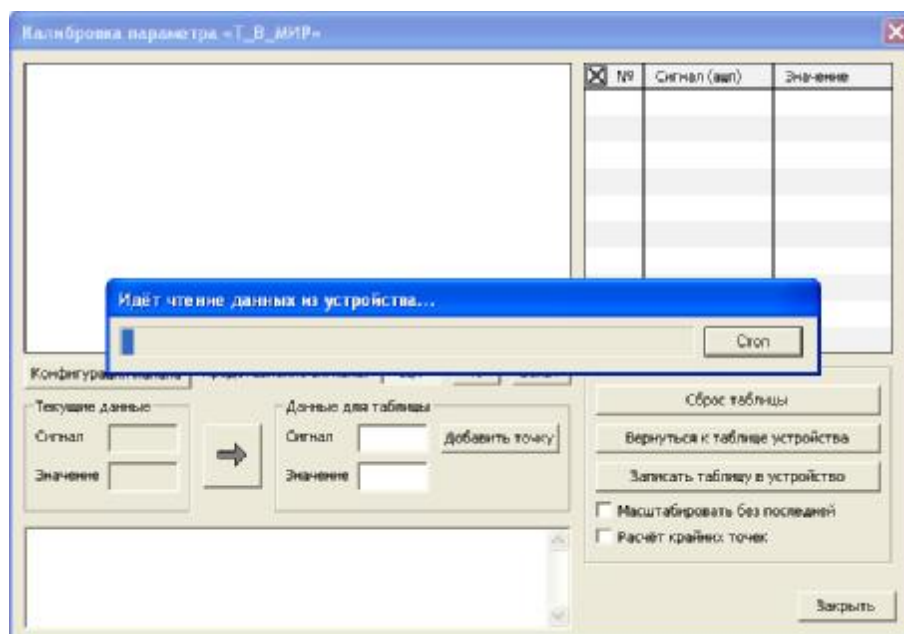
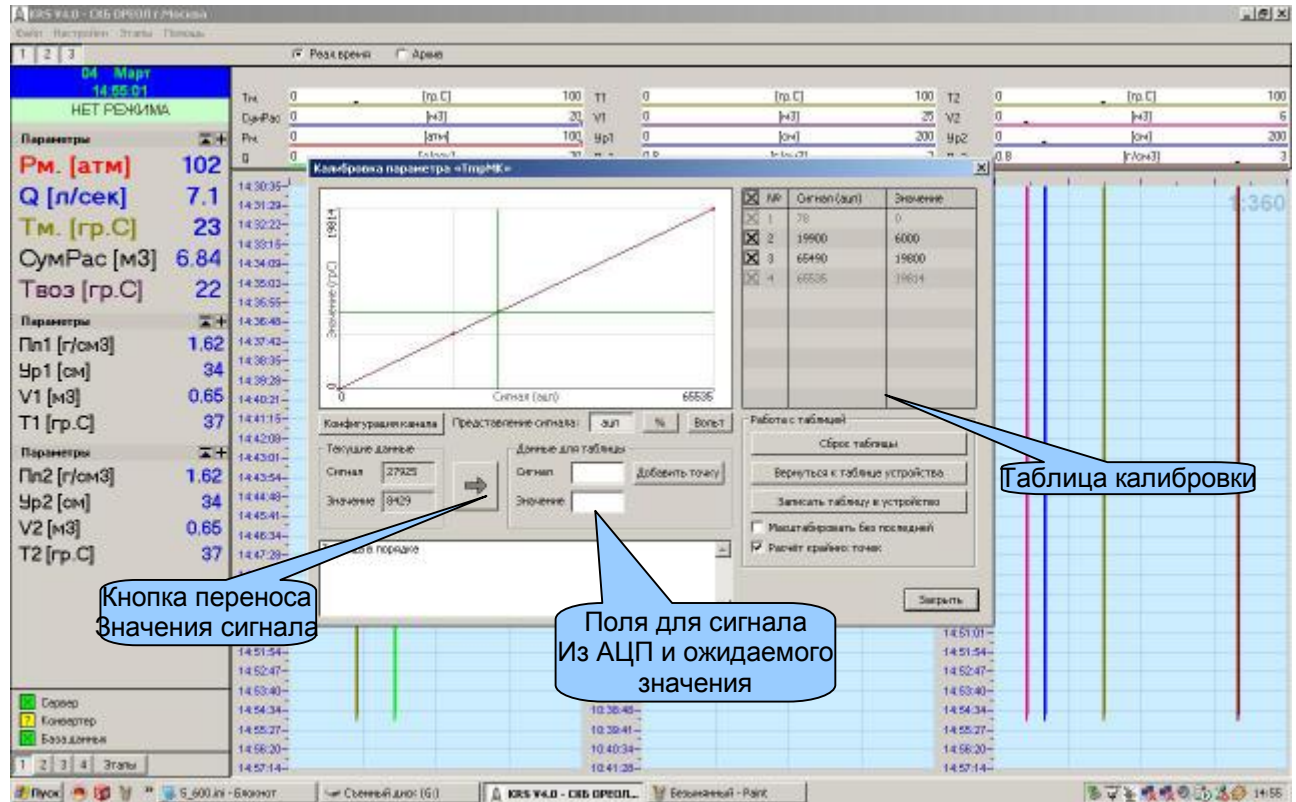

Рисунок 5. Считывание таблицы калибровки
Рисунок 6. Построение таблицы калибровки канала
Процесс калибровки начинается со считывания таблицы калибровки канала из соответствующей БКСД (смотри Рисунок 5). После чтения таблицы калибровки она выводится на экран (смотри Рисунок 6) – можно приступить к калибровке.
Если датчик линейный, то калибровку можно проводить всего по двум точкам диапазона изменения физического параметра. При этом первую точку необходимо выбрать в начале измеряемого диапазона, вторую — в конце. При этом первая калибровочная точка выбирается как можно ближе к нижней границе, а вторая точка — к верхней границе диапазона. В случае необходимости можно задействовать все 9 точек. Суть методики — создание таблицы калибровки, таблицы, в каждой строке которой устанавливается соответствие между сигналом, измеренным АЦП в БКСД и физическим значением соответствующего параметра в нужных единицах. Таблица калибровки создаётся в области окна (смотри Рисунок 6), предназначенной для её визуализации. Строку в таблице можно создать следующими способами:
- в поля «Сигнал» и «Значение» (смотри Рисунок 6) ввести значение кода АЦП и физическое значение параметра после калибровки
- перенести измеренное значение кода АЦП с физическим значением параметра после калибровки в поля «Сигнал» и «Значение», нажав на кнопку переноса значения сигнала (смотри Рисунок 6)